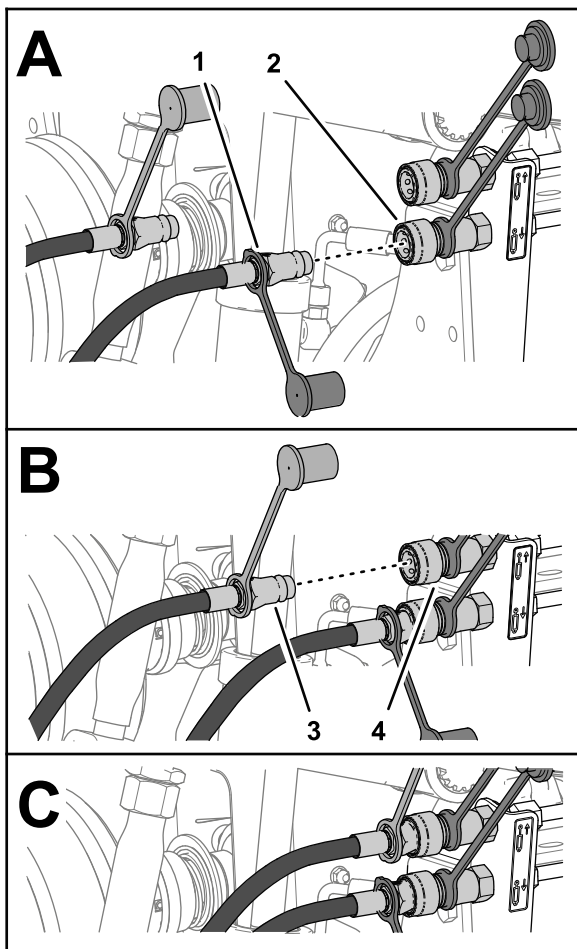

Figura 33
4. Collegate il giunto a innesto rapido (flessibile di estensione cilindro) al giunto a innesto rapido (circuiti di abbassamento dell'attrezzo posteriore (Figura 33)).